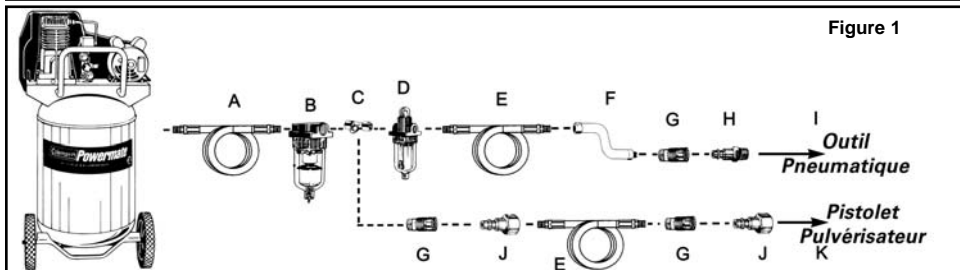
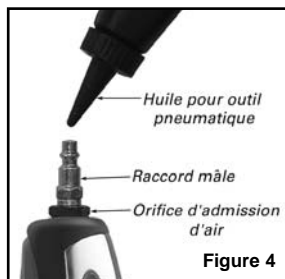

Figure 1
Figure 4
6. Branchez l'outil au raccord rapide du tuyau flexible d'air. **REMARQUE : Il est recommandé d'utiliser un flexible de raccordement à pivot (P012-0079SP - non inclus) afin d'empêcher le tuyau flexible de s'entortiller ou de se plier et de prévenir son usage excessif (voir l'élément F de la Figure 1 pour les connexions recommandées).**
Pour conserver le rendement optimal du moteur pneumatique, il faut le lubrifier à chaque utilisation. Des résidus de poussière, de saleté et d'huile se logeront à l'intérieur de l'outil et en réduiront le rendement. Un huilier sur canalisation est recommandé pour lubrifier automatiquement l'outil de façon adéquate (voir Figure 1). Si ce dispositif n'est pas disponible, il est possible de lubrifier l'outil manuellement par l'orifice d'admission (voir Figure 4).